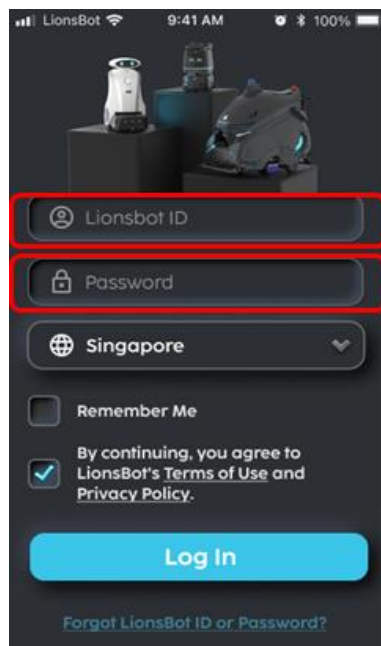

FIGURE 7-2
1. Sur la page de connexion, entrez l'ID et le mot de passe fournis (Fig. 7-2).